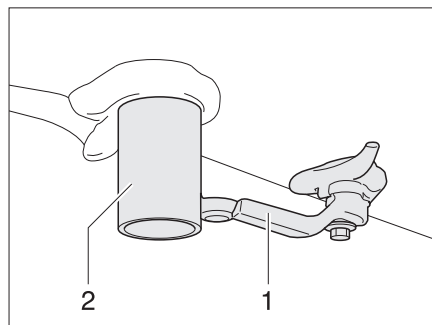

Fig. 152 Conexión de salida de aguas residuales y llave de desagüe
- Colocar un recipiente colector apropiado debajo de la conexión de salida de aguas residuales (Fig. 152,2) o colocar el vehículo con la conexión de salida de aguas residuales sobre una instalación de evacuación especialmente diseñada para ello.
- Abrir la llave de desagüe (Fig. 152,1). Se vacía las aguas residuales.